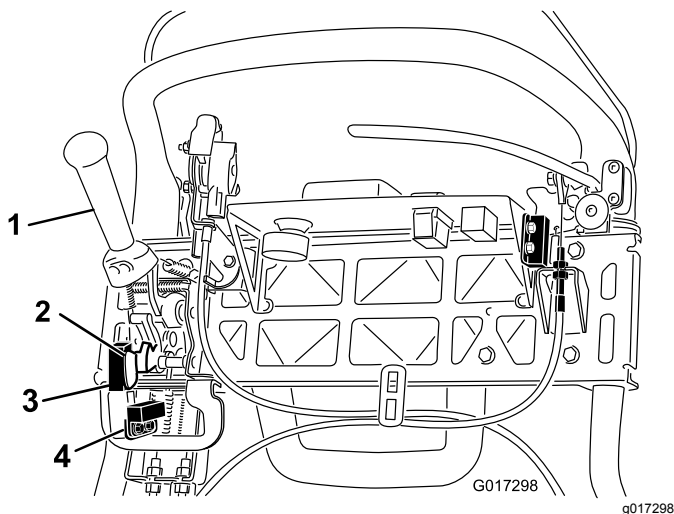

Рисунок 44
5. Установите регулировочную прокладку толщиной 1,6 мм между рычагом управления тягой и блокировочным выключателем (Рисунок 44).
4. Ослабьте детали крепления датчика скашивания (Рисунок 44).
5. Вставьте регулировочную прокладку толщиной 1,6 мм между флажком датчика скашивания и датчиком (Рисунок 44).
4. Ослабьте крепежные детали блокировочного выключателя (Рисунок 44).